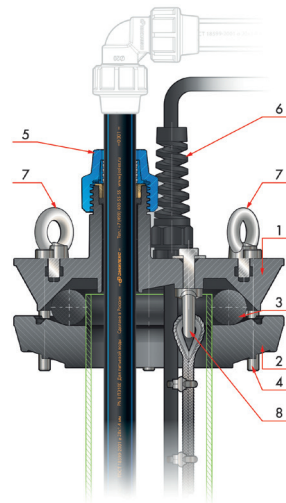

Рисунок 4
Оголовок скважинный П (рисунок 4) состоит из основания (1), прижимного фланца (2), резинового кольца (3) и комплекта стяжных болтов (4) с шайбами и гайками.